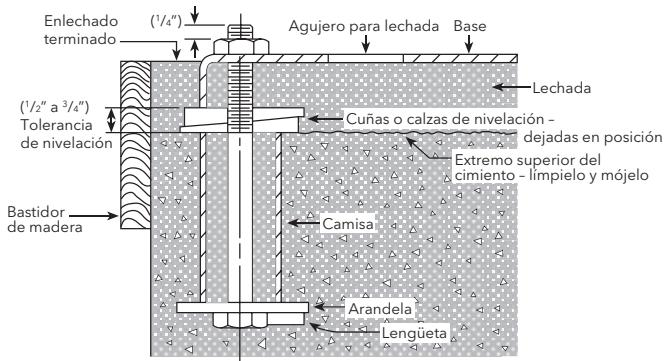

Figura 1
- Se recomienda enlechar la placa de base a un cimiento con zapata sólida. Consulte la figura 1.